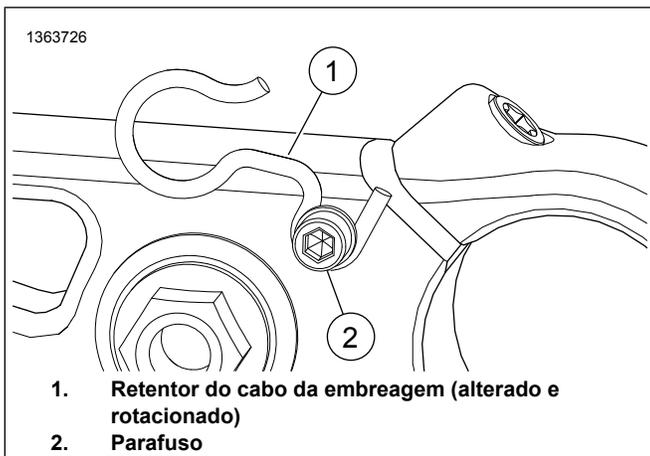

Figura 4. Retentor do cabo da embreagem alterado
1. Figura 4 Solte o parafuso (2).
2. Remova o retentor do cabo da embreagem original de fábrica (1).